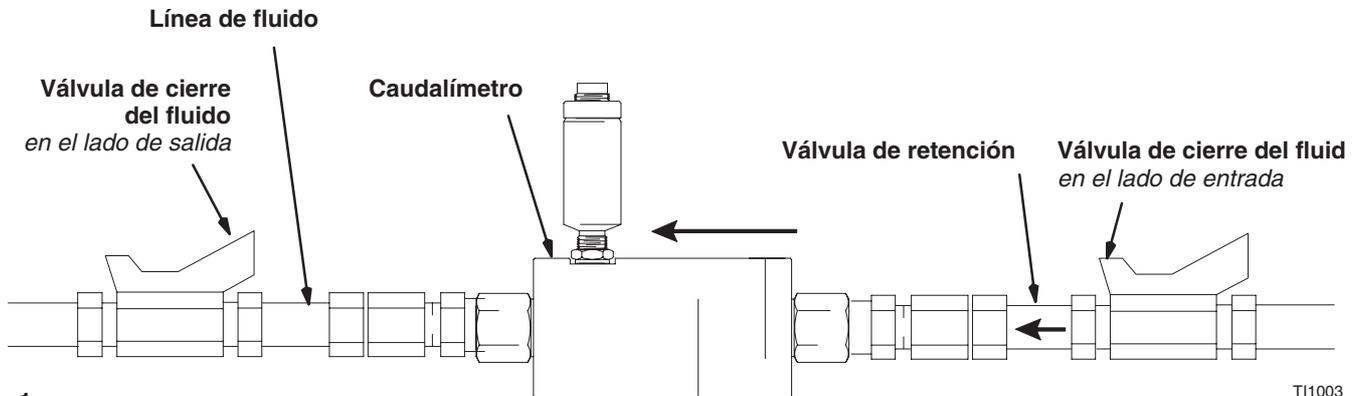

Fig 1
- Consulte la Fig. 1 para ubicar e instalar el caudalímetro, los conectores, y las válvulas de cierre del fluido. Instale una válvula de retención corriente arriba del medidor para impedir el contraflujo. Las flechas del caudalímetro y de la válvula de retención muestran la dirección del flujo de fluido.